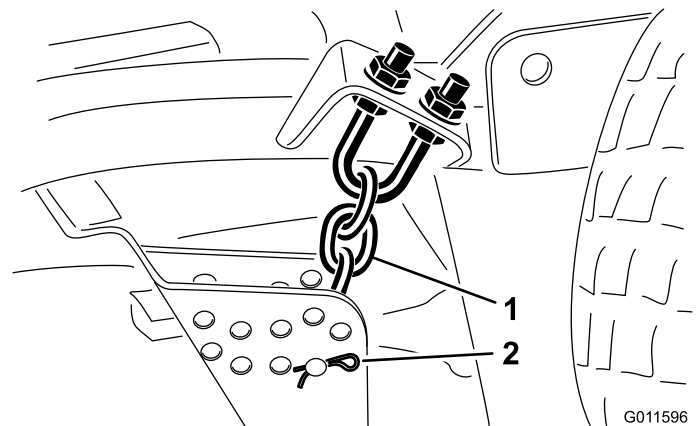

Bild 3
1. Entfernen Sie den Splint und den Lastösenbolzen, mit denen die Schnitthöhenkette an der Rückseite des Mähwerks befestigt ist (Bild 3). Bewahren Sie die Splinte und Lastösenbolzen für den Einbau im neuen Frontmäherwerk auf.